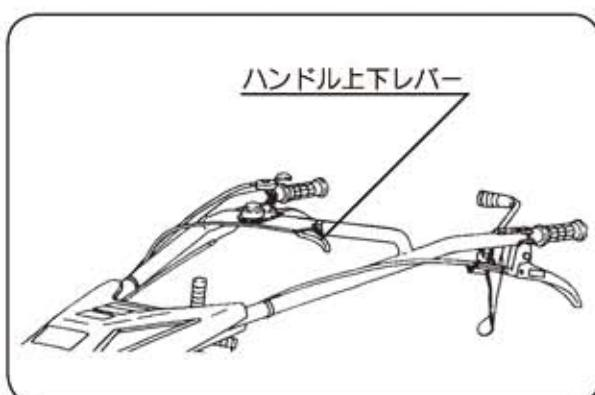

図22
- ①ハンドル上下レバーを握りハンドルを上にあげてから操作してください。（図22）